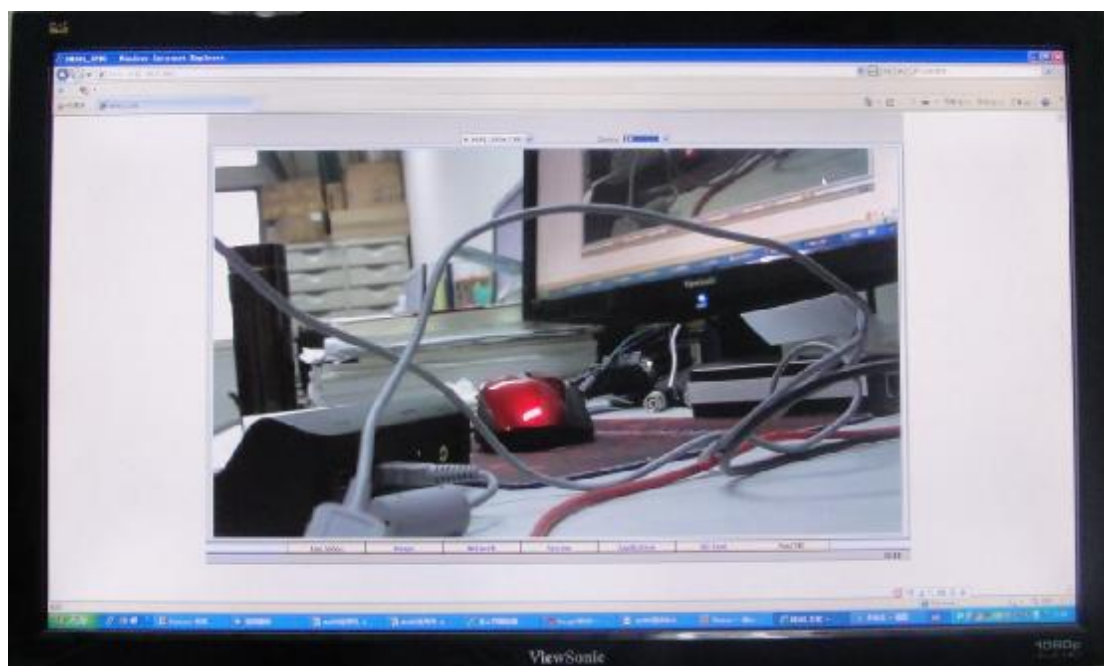

图 6-4 实时图像界面
4.安装完插件之后,就可以获得网络流媒体视频了,如图 6-4 所示 Live Video 一栏,显示的为 H.264 编码的 720P@30fps , 显示器为 1080P 的,可以比较。